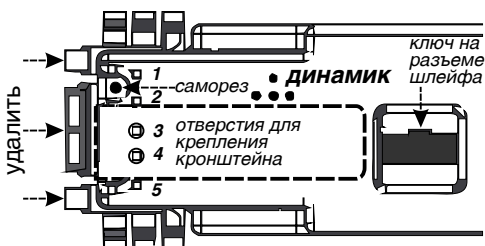

Рис. 4.10
1. Выкрутите четыре самореза, расположенные в углублениях задней панели Дисплея. Рис. 4.10.
8. Устанавливаются кронштейны, как показано на рисунке 4.11. Накладываем согнутый кронштейн длинной стороной на заднюю панель, часть с большим круглым отверстием приподнята. При этом фигурный вырез кронштейна должен быть обращен в сторону динамика. Рис. 4.10 и рис. 4.11.
9. На задней панели Дисплея с боковых сторон находится по пять отверстий. Прикручиваем кронштейн саморезами через пару ближайших к сгибу крепежных отверстий, в отверстия "3" и "4" на задней панели, рис. 4.10. Таким же образом прикручиваем второй кронштейн с другой стороны. Рис.4.11.